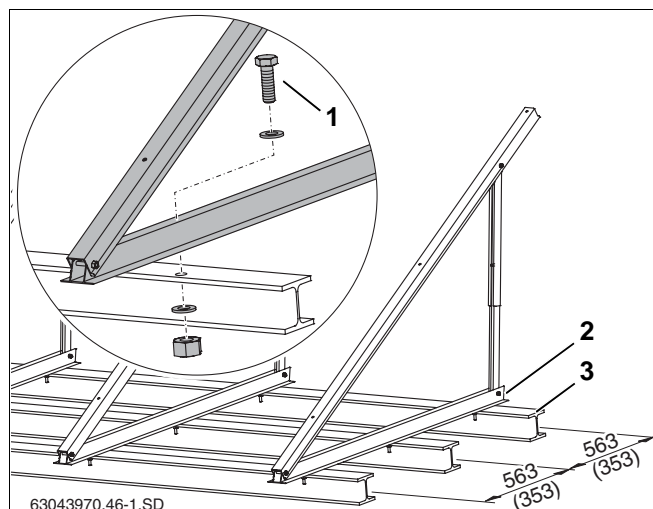

Bild 26 Plantaksstativ på dubbel T-balk, mått i mm (klämvärde = vågrät version)
Du kan fästa plantaksstativen med fotförankring. Nedan beskrivs, som exempel, festsättning på dubbla T-balkar (bild 26, **pos. 3**).
- ▶ Överför hålavstånden på den undre profilen (bild 26, **pos. 2**) till den dubbla I-balken och borra motsvarande hål.
- ▶ Sätt i skruvar (se tab. 8 och bild 26, **pos. 1**) genom profilen och den dubbla T-balken och skruva ihop med muttrar och brickor.